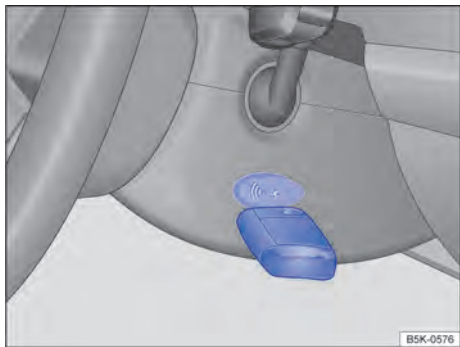

Fig. 84 À direita na coluna de direção: função de partida de emergência em veículos com sistema de travamento e de partida Keyless Access sem chave.
- Manter a chave do veículo diretamente após pressionar o botão de partida à direita da coluna de direção → Fig. 84.